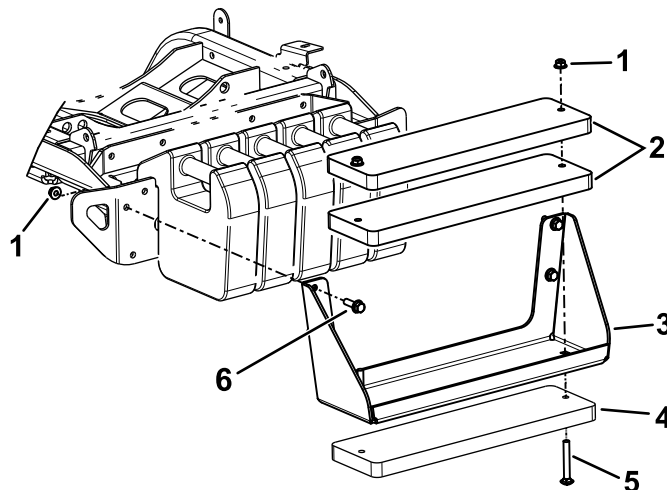

Figura 22
Nota: Fate riferimento a Figura 22 per questi passaggi.
- A. Utilizzate i bulloni ($\frac{3}{8}$ " x 4") e i dadi ($\frac{3}{8}$ " per fissare le 3 zavorre alla staffa (Figura 22).
- B. Utilizzate i bulloni a testa esagonale e i dadi (inclusi nel kit) per fissare la staffa della zavorra alla macchina (Figura 22).
- A. Rimuovete la staffa della zavorra dalla macchina (Figura 22).
- C. Utilizzate i bulloni ($\frac{3}{8}$ " x 4") e i dadi ($\frac{3}{8}$ " per fissare le 3 zavorre alla staffa (Figura 22).
- D. Utilizzate la bulloneria rimossa in precedenza per fissare la staffa della zavorra alla macchina (Figura 22).